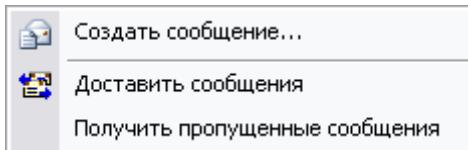
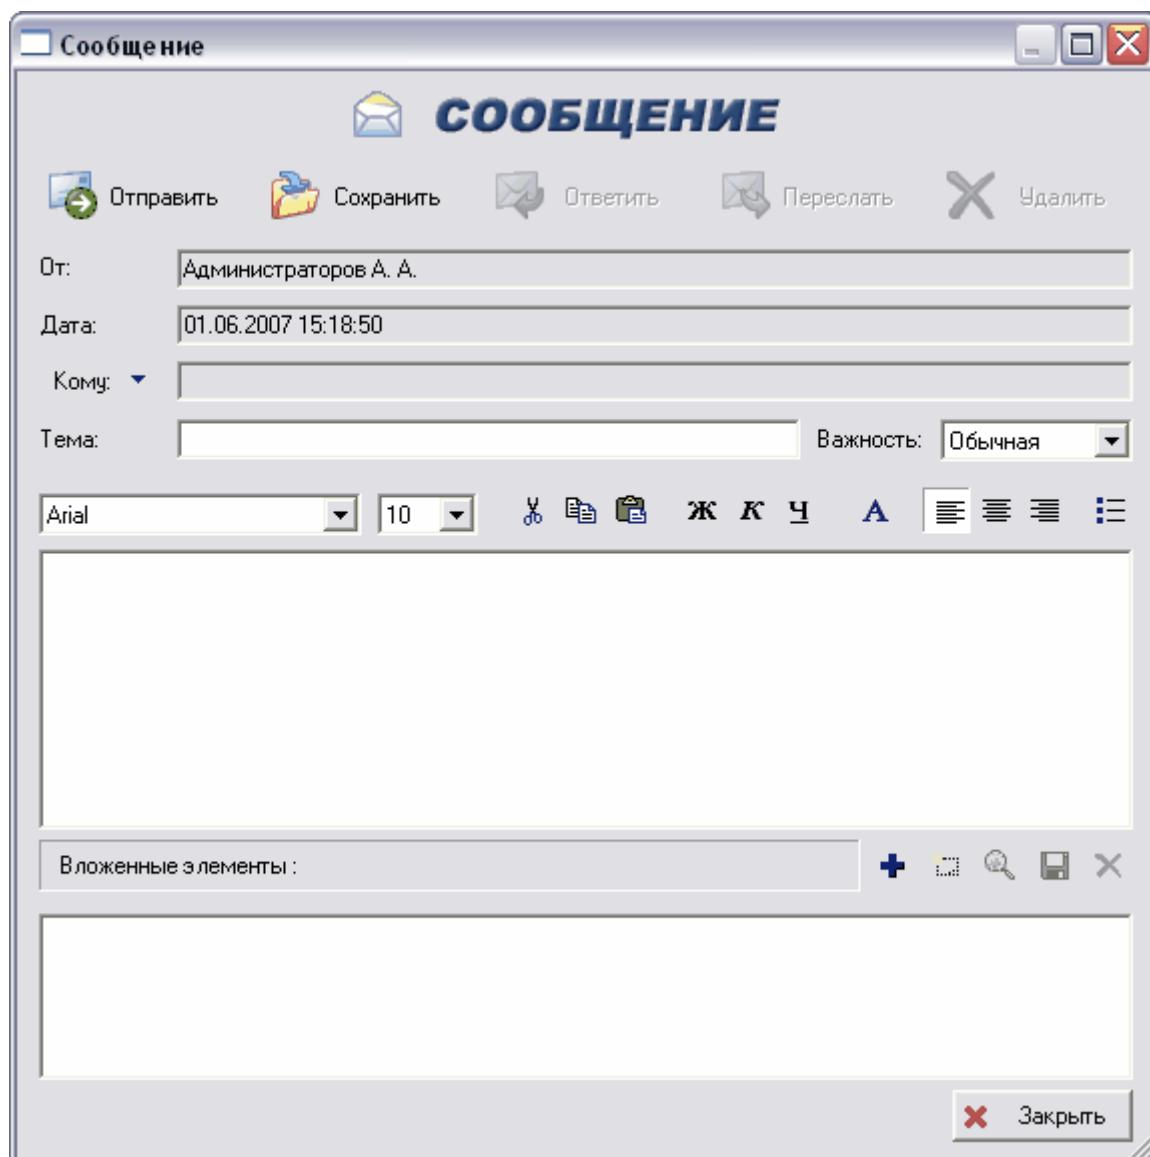

Рис. 282
Рис. 283
Работа с сообщениями ведется посредством контекстного меню, вызываемого нажатием правой кнопкой мыши на любой из подразделов **Почта** либо на сам раздел **Почта** (Рис. 282).
1. В контекстном меню (Рис. 282) выберите пункт **Создать сообщение** или нажмите на кнопку  панели инструментов. После этого появится диалоговое окно **Сообщение** (Рис. 283).